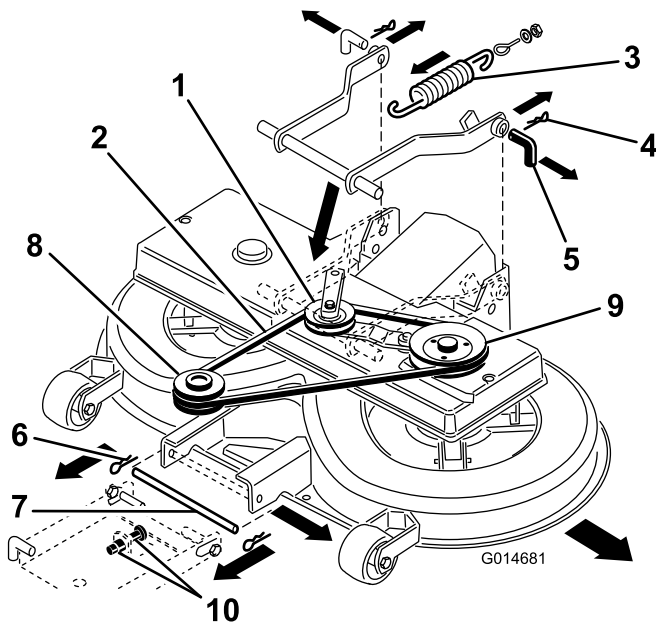

Figura 42
8. Tire del brazo tensor hacia dentro y retire la correa en V de la polea (Figura 42).
7. Mueva el pasador inferior de la suspensión delantera a la posición inferior de las ranuras, ajustando las dos tuercas M12 de la suspensión delantera (Figura 42).
9. Desconecte el muelle de la palanca (Figura 42).
11. Retire las chavetas de los 2 pasadores traseros y retire los pasadores (Figura 42).
12. Retire la chaveta del pasador delantero y retire el pasador (Figura 42).
13. Retire la correa en V de la polea del motor (Figura 42).